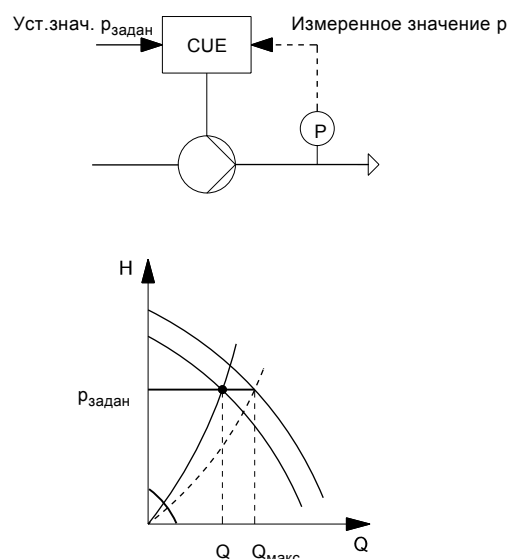

Рис. 22 Управление по постоянному давлению
Контроллер PID сравнивает требуемое установленное значение ( $p_{\text{задан}}$ ) с фактическим значением ( $p$ ), измеренным датчиком (P). См. рис. 22.